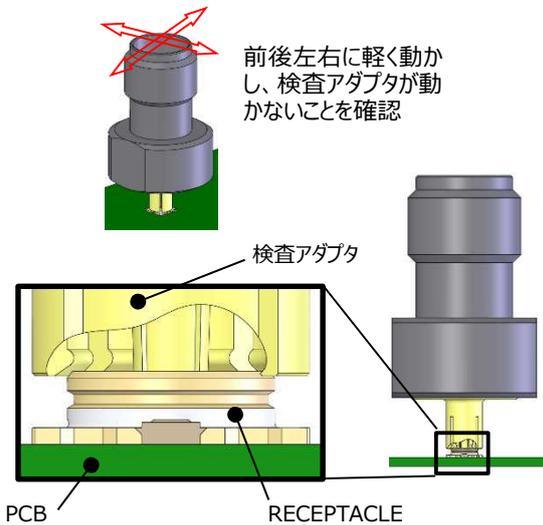

Fig. 8 ① 検査アダプタをセット
- ① RECEPTACLE が実装された基板を台に置き、検査アダプタをセットします。Fig. 8 のように検査アダプタを前後左右に軽く動かし、検査アダプタが動かないことを確認してください。